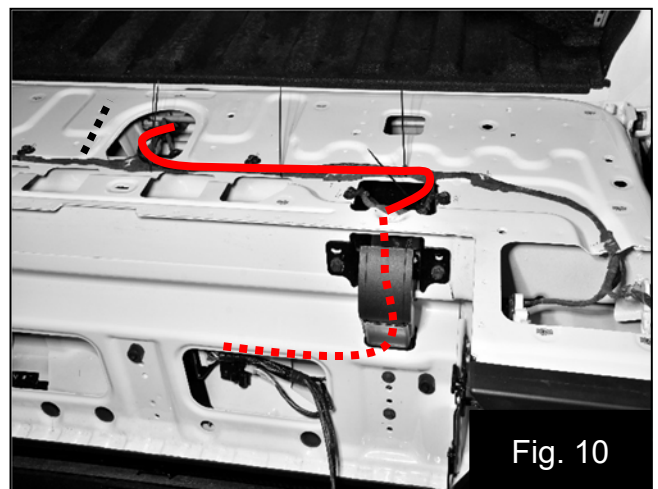

Fig. 10
12. Continuez d'acheminer le harnais de l'amplificateur long du harnais d'usine vers le dessous du châssis près de l'arrière du connecteur de remorque. Fixez harnais d'amplificateur au harnais d'usine avec les serre-câbles fournis. Fig. 10